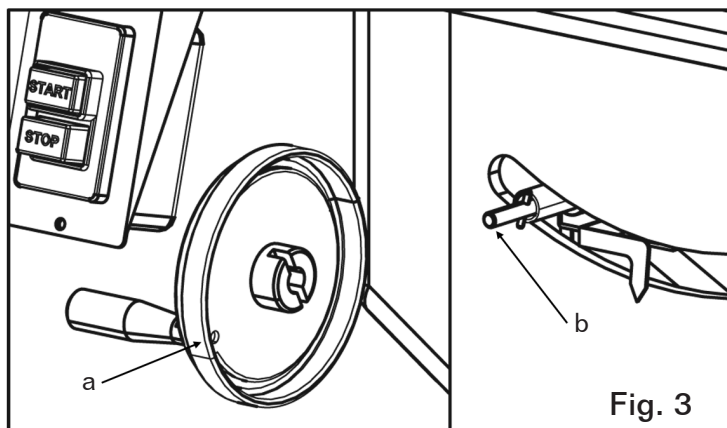

Fig. 3
1. Coloque los volantes en posición sobre los tornillos de elevación e inclinación y asegúrese de enganchar las muescas, a (Fig. 3), en la parte de atrás de cada volante, con los pasadores de rodillo, b (Fig. 3), como se muestra abajo.